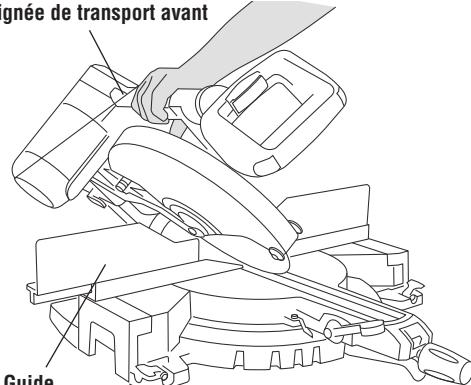

Figure 34.
- Déplacez le guide coulissant gauche pour faire de la place pour l'ensemble de la scie et bloquez-le (Figure 34).
- Soulevez le levier de blocage de l'inclinaison pour libérer le blocage de l'inclinaison (Figure 34).
- Saisissez la poignée de transport avant de la main droite et inclinez la tête de la scie pour l'amener à l'angle désiré. (Fig. 34)
- Déplacez le guide coulissant droit pour faire de la place pour l'ensemble de la scie et bloquez-le (Figure 34).
- En vous tenant debout à droite de la scie, saisissez la poignée de transport avant de la main droite et inclinez la tête de la scie légèrement vers la gauche tout en tournant le bouton de sélection de la plage d'inclinaison de la main gauche pour le mettre à la position '0°-45° à droite' (Figure 34).
- Déplacez le guide coulissant gauche ou droit pour faire de la place pour l'ensemble de la scie et bloquez-le (Figure 34).
bouton de sélection de la plage d'inclinaison de la main gauche pour le mettre à la position 'plage maxi' (Figure 34).